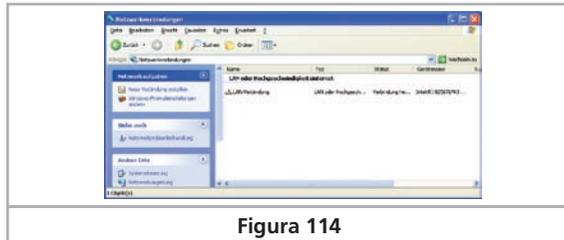

Figura 114
- Ahora debe abrirse una ventana similar a la mostrada en la figura 114.